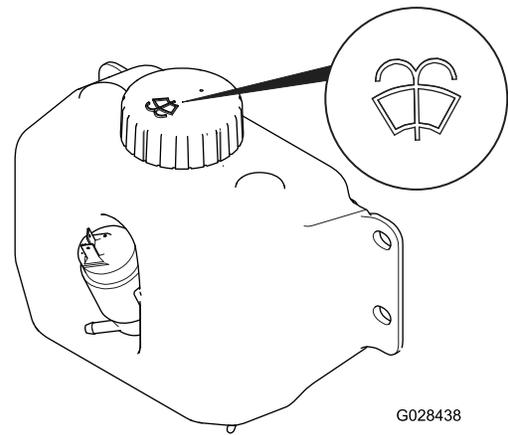

Figure 53
2. Ouvrez le capot et localisez le réservoir de lave-glace (Figure 53).